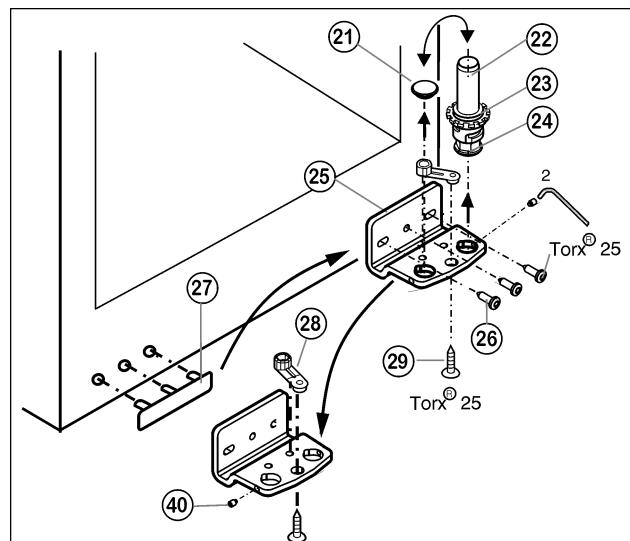

Fig. 6
- ▶ Отвинтите установочный винт Fig. 6 (40) приблизительно на один оборот прилагаемым торцевым ключом.
- ▶ Извлеките опорный винт Fig. 6 (22) в комплекте с шайбой Fig. 6 (23) и регулируемой опорой Fig. 6 (24), вывинчивая его вверх.
- ▶ Снимите пробку Fig. 6 (21).
- ▶ Открутите Fig. 6 (26) опорный кронштейн Fig. 6 (25).
- ▶ Полностью выкрутите установочный винт *Fig. 6 (40)* и вкрутите на противоположной стороне на нижнем опорном кронштейне, чтобы он был заподлицо с этим кронштейном.
- ▶ Открутите *Fig. 6 (29)* опорную деталь *Fig. 6 (28)* и, переставив в отверстие на противоположной стороне опорного кронштейна, снова прикрутите.
- ▶ Переставьте пробку *Fig. 6 (21)* в свободное отверстие.
- ▶ Осторожно снимите и переставьте на противоположную сторону крышку со стороны ручки *Fig. 6 (27)*.
- ▶ Снова прикрутите опорный кронштейн *Fig. 6 (25)* на новой стороне шарнира (**с моментом 4 Нм**). При необходимости используйте аккумуляторный шуруповерт.
- ▶ Вновь установите опорный винт *Fig. 6 (22)* в комплекте с шайбой и регулируемой опорой.
- ▶ Затяните установочный винт *Fig. 6 (40)*.
- ▶ Установите дверцу сверху на нижний опорный палец *Fig. 6 (22)*.
- ▶ При необходимости выровняйте дверцы через два продольных паза в нижнем опорном кронштейне *Fig. 6 (25)* параллельно корпусу устройства. Для этого выкрутите средний винт.